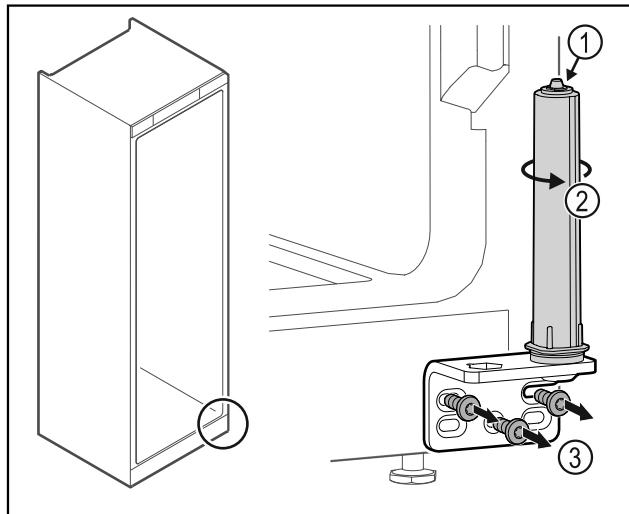

Fig. 34
- ▶ Не розбирати систему закриття дверей Fig. 34 (1).
- ▶ Повернти систему закриття Fig. 34 (2) до клацання.
- ▶ Відкрутити шарнірний кутик Fig. 34 (3).